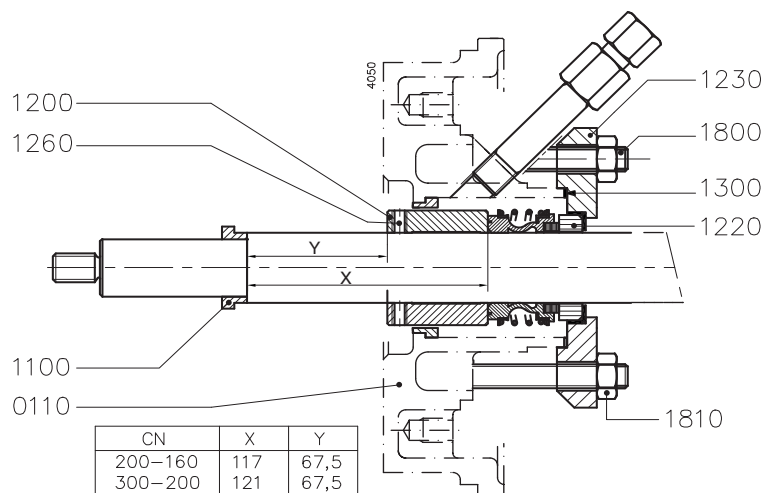

Figura 25: Ajuste da manga do eixo de 200-160 e 300-200.
- 8 Monte a manga do eixo (1200). Para os tipos de bomba 200-160 e 300-200, a manga do eixo (1200) tem de ser ajustada de acordo com a distância Y. Consulte a figura 25.